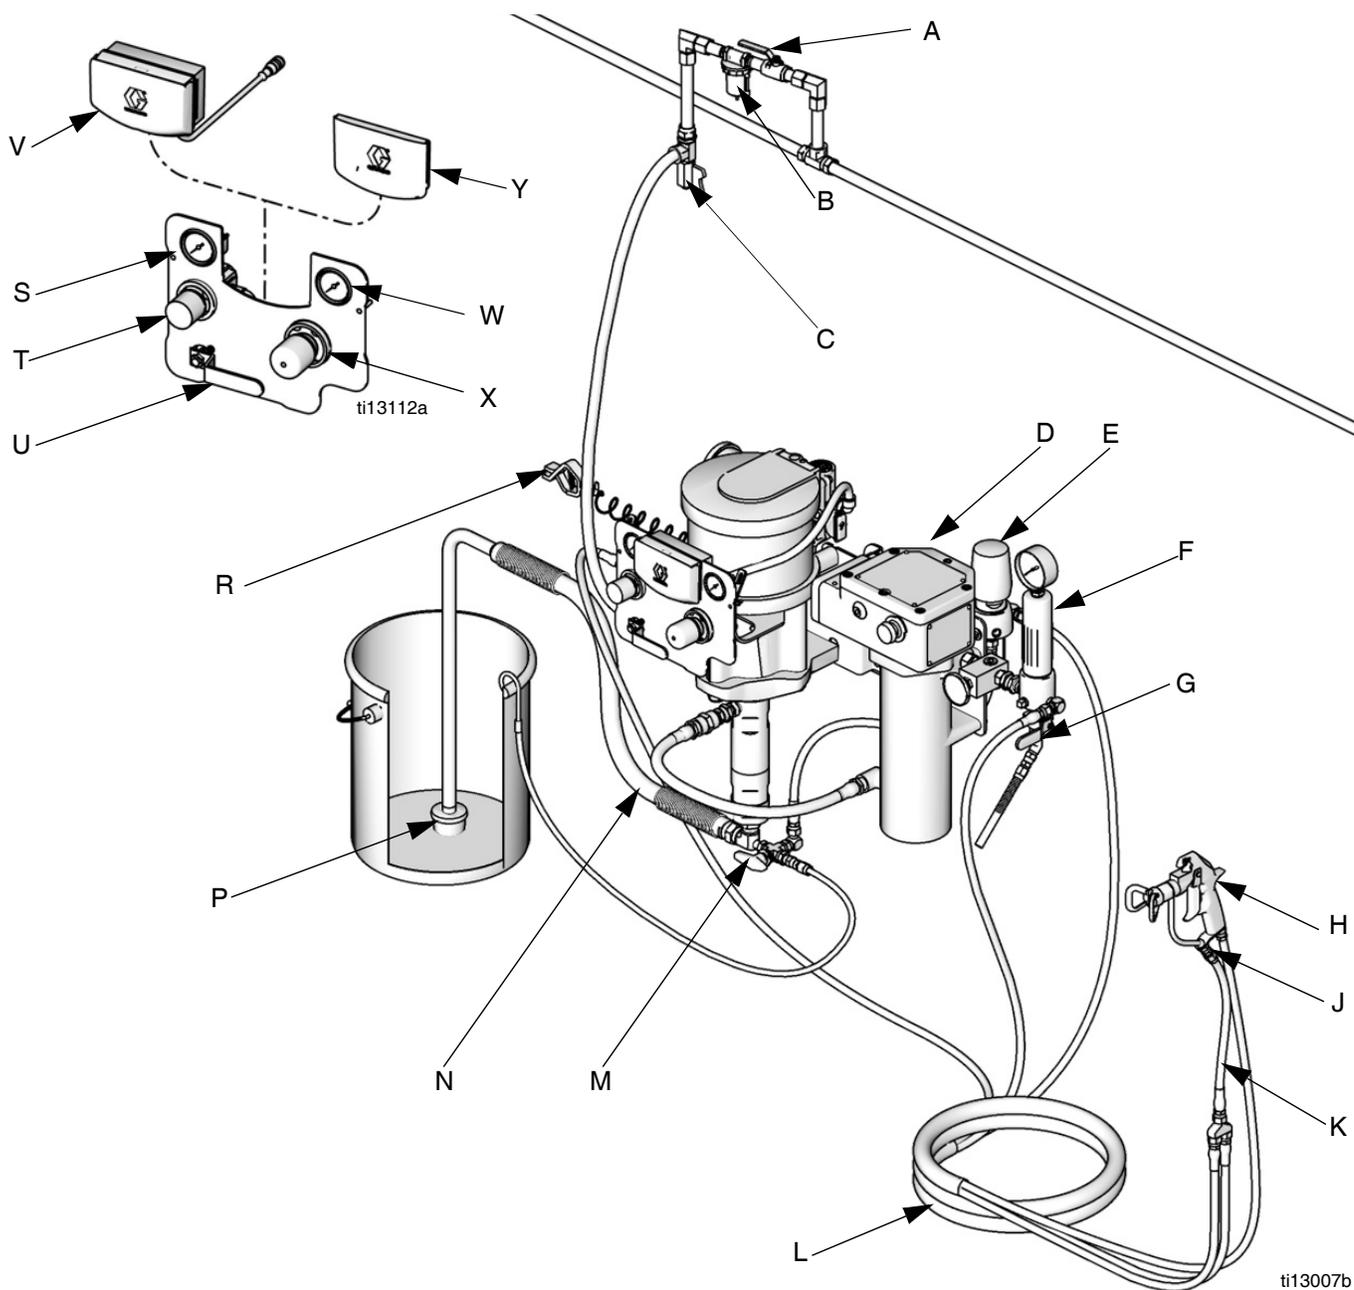

FIG. 1: Installation classique (votre groupe peut ne pas comprendre tous les éléments illustrés.)
La FIG. 1 n'est qu'une aide pour sélectionner et installer les composants et accessoires du système. Contactez votre distributeur Graco pour qu'il puisse aider à configurer un système qui correspond à vos besoins particuliers.
Voir la FIG. 1. **Les composants varient selon le groupe commandé.** Voir les tableaux aux pages 6 à 7. Votre groupe peut inclure :
Voir la FIG. 1, page 9.
2. Voir la FIG. 1. Ouvrez la vanne d'air principale de type purgeur (U).